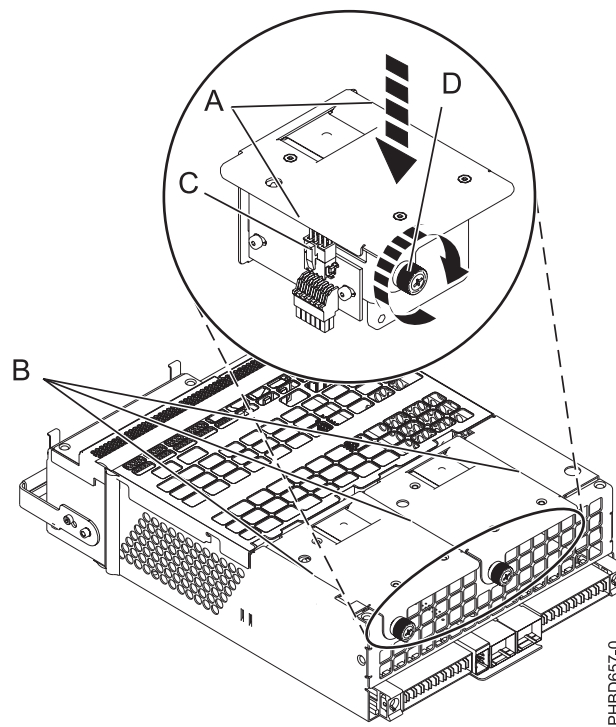

Figura 18. Sustitución de un ventilador
- b. Presione el ventilador **(A)** en el conector correspondiente del conjunto, como se muestra en la Figura 18 en la página 19.
- c. Apriete el tornillo **(D)** como se muestra en la Figura 18.